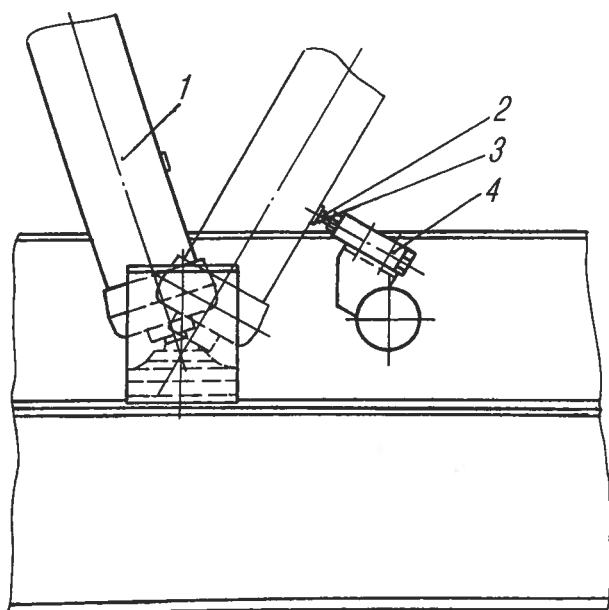

Рис. 107. Регулировка угла подъема платформы:
- отвернуть контргайку 3 (рис. 107) регулировочного винта 2;